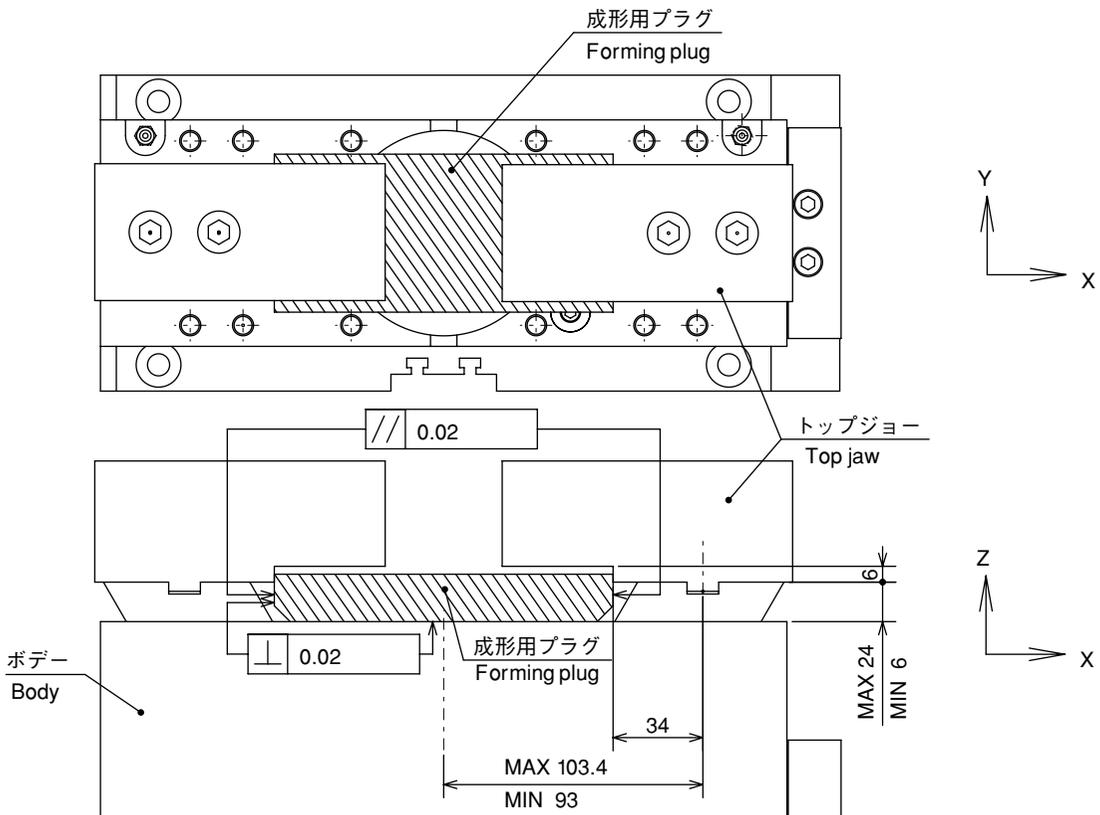

Fig. 3-2 トップジョー成形 Forming of Top Jaw Body
(1) トップジョー成形方法
- ①成形用プラグを用意します。Fig.3-2のように、トップジョー接触面とボデー接触面はRa1.6仕上げ程度とし、把握端面は平行度0.02以下、垂直度0.02以下として下さい。使用するストローク位置に応じて成形用プラグの大きさを決めてください。
- ②治具モジュールをマシニングセンタ等の加工機にクランプ器具等で固定します。
- ③ロックボルトを時計回り(同期した状態)に締めた状態にして下さい。
(1) Forming of top jaw
- ①Prepare the plug for forming. The top jaw contact face and the body contact face are finished at Ra1.6 as shown in Fig. 3-2, and the gripping end face is to be parallelism 0.02 or less and perpendicularity 0.02 or less. Determine the forming plug size according to the stroke position to be used.
- ②Fix the jig module to the finishing machine such as machining center, etc., with a clamp device, etc.
- ③Tighten the lock bolt clockwise (synchronized).